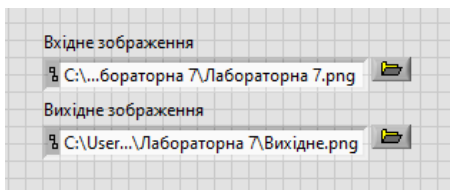

Рис.7.5. Підключення зображень
10. Для того, щоб зберегти даний процес до файлу виконати п.2, та назвати нову панель «Вихідне зображення» рис.7.5.